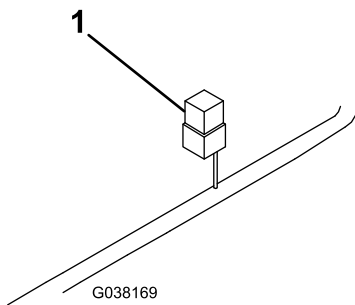

Figure 13
14. Fixez le bloc relais sous le capot à l'aide d'une vis à tôle (Figure 13).